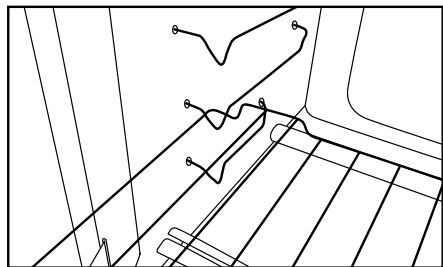

Fig. 3
3. Una vez pasado el PUNTO A, baje la parte delantera y siga deslizando hacia el fondo del horno (fig. 3 y 4).